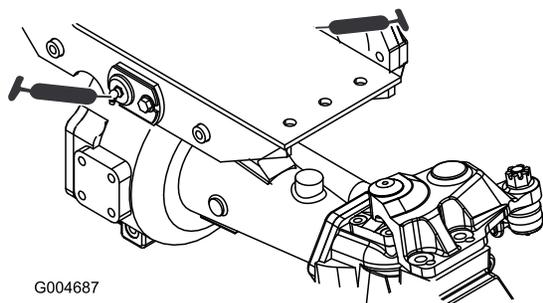

Figura 36
- 2 boccole orientabili dell'assale anteriore e posteriore (Figura 36)